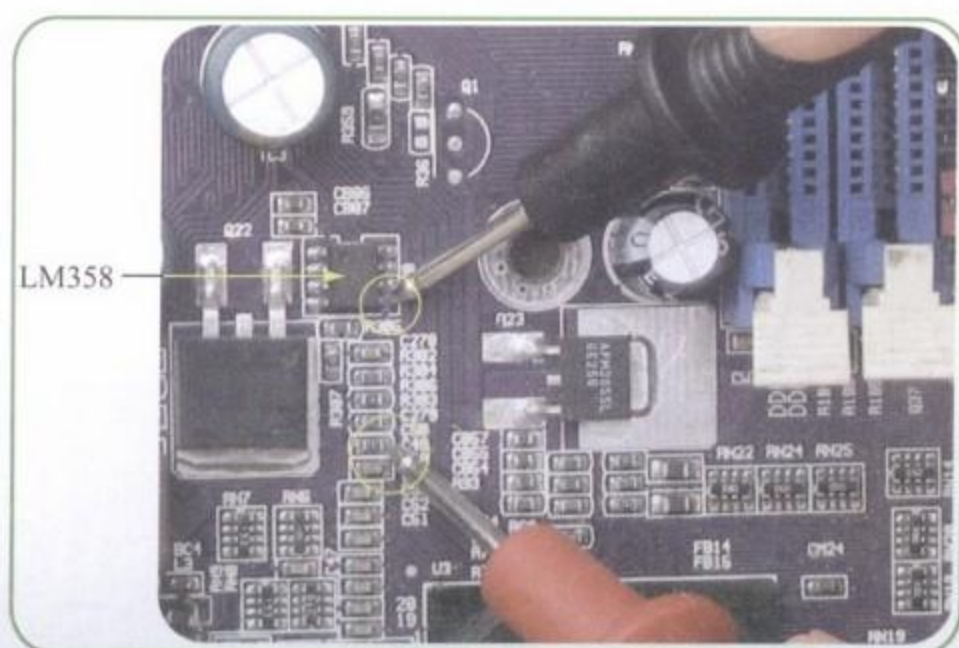

图8-65 测量电阻连接到LM358第5脚的线路
Step 04 测量分压电阻 R_{303} 连接到运算放大器LM358的正相输入端（第5脚）的线路，如图8-65所示。